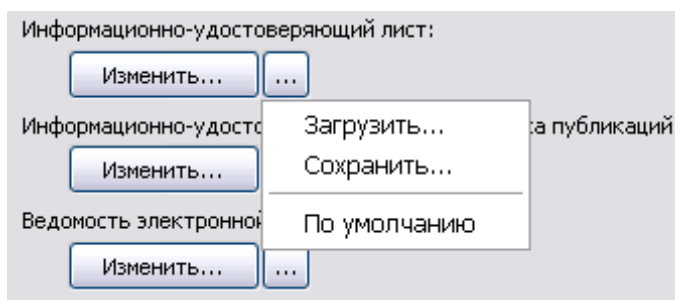

Рис. 1.23
- **Информационно-удостоверяющий лист.** Используется для сопровождения выпуска одного или комплекта электронных документов. Необходим для контроля целостности публикаций. В системе имеется стандартный шаблон информационно-удостоверяющего листа. Для его изменения нажмите на кнопку . После этого откроется файл word с названием signaturelist.doc, содержащий форму для заполнения информационно-удостоверяющего листа. При необходимости измените форму, сохраните и закройте файл. Кнопка  используется для загрузки шаблона из файла, сохранения шаблона в файл, загрузки формы информационно-удостоверяющего листа по умолчанию (Рис. 1.23).